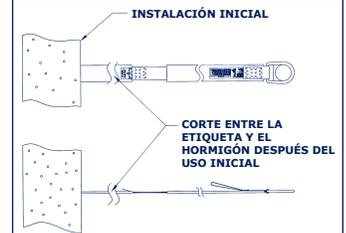

Figura 7: Instalación en una segunda ubicación
3.3 EXTRACCIÓN DEL ANCLA INCORPORADA PARA HORMIGÓN: Una vez que haya sido eliminado el riesgo de caída, se debe retirar el ancla incorporada para hormigón. Utilice un cuchillo o una tijera para cortar el ancla para hormigón en la costura del hormigón. Al retirar un ancla para hormigón de doble bucle, asegúrese de que el corte sea realizado entre la línea marcada en la etiqueta fijada y el hormigón vertido. Véase la figura 7.